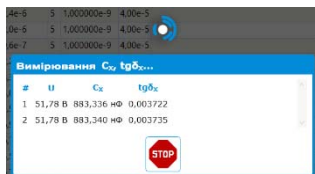

Рисунок 6.4
– Після запуску процесу вимірювання ємності і тангенса кута втрат на екрані з'являється вікно (рисунок 6.4), на якому відображається поточне вимірювання із серії вимірювань. Вікно зникне, коли вимірювання завершиться.